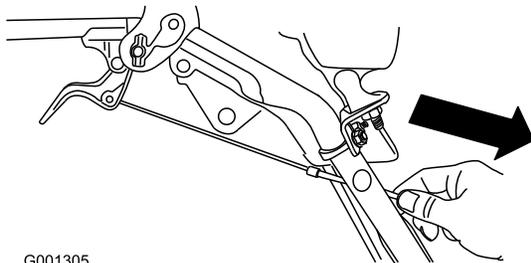

**Figura 8**
3. Togliete il dado e la rondella dalla stegola, attaccate alla stegola il serrafilò presente sul cavo, montate il dado e la rondella e serrate a mano il dado (Figura 8).